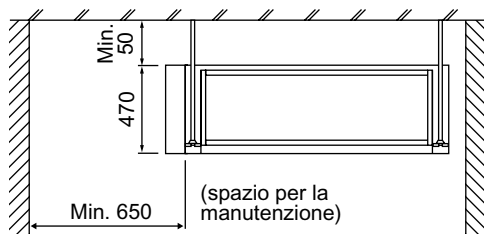

Fig. 1 (lunghezza: mm)
- (1) Selezionare un posto adatto all'installazione in cui le condizioni indicate di seguito siano rispettate e che riscuotano l'approvazione del cliente.
- Dove sia assicurato uno spazio sufficiente per le riparazioni e la manutenzione. **(Fare riferimento alla Fig. 1)**